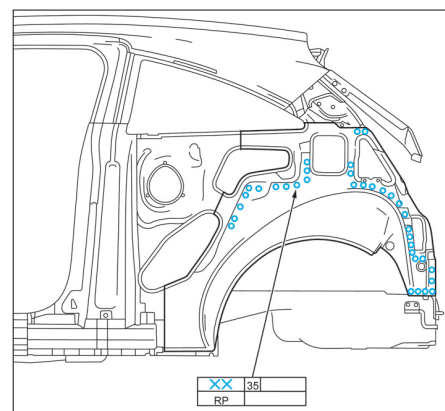
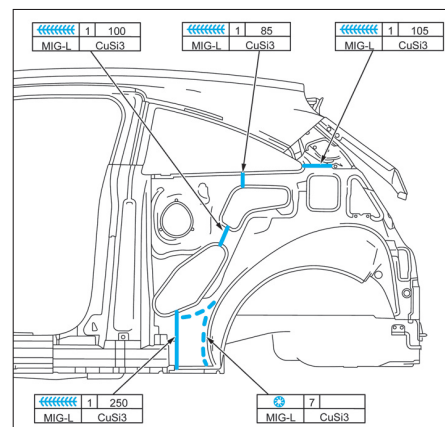

FIG. 117
FIG. 118
- Souder la doublure d'aile arrière (Fig.117) et (Fig.118).